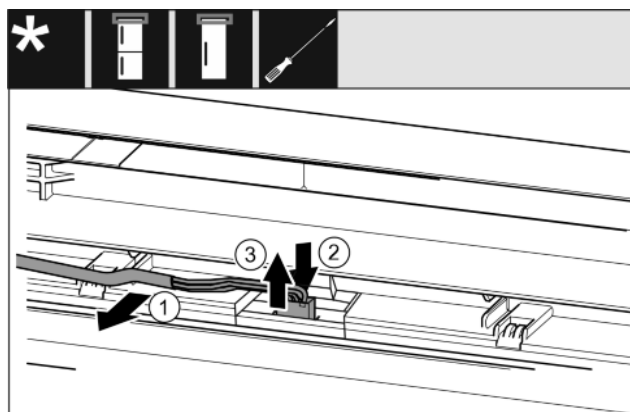

Fig. 16
- Graues Kabel vorsichtig aus der Führung in der Tür lösen. Fig. 16 (1)
- Lasche hinter dem Stecker nach hinten drücken. Fig. 16 (2)
- Stecker vorsichtig nach oben herausziehen. Fig. 16 (3)